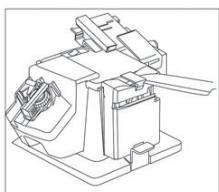

рис.4
- включите электродвигатель и, удерживая нож за ручку (рис.4), вставьте ближайшую к ручке часть лезвия в прорезь (рис.1 поз.16) для заточки ножей;